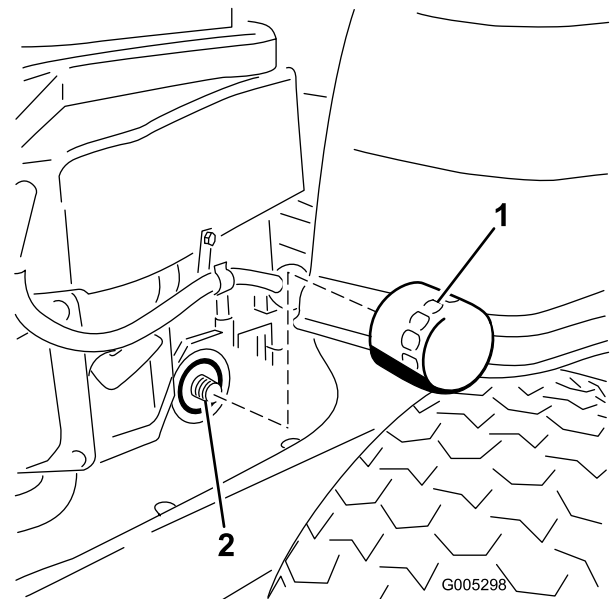

Figure 32
10. Trouvez l'emplacement du filtre à huile du côté droit du moteur. Déposez le filtre à huile usagé et essuyez l'adaptateur du filtre à l'aide d'un chiffon propre (Figure 32).
12. Posez le filtre à huile de rechange sur l'adaptateur. Tournez le filtre dans le sens horaire jusqu'à ce que le joint soit en appui contre le socle, puis donnez de 3/4 à 1 tour supplémentaire (Figure 32). Essuyez l'excédent d'huile sur le châssis.